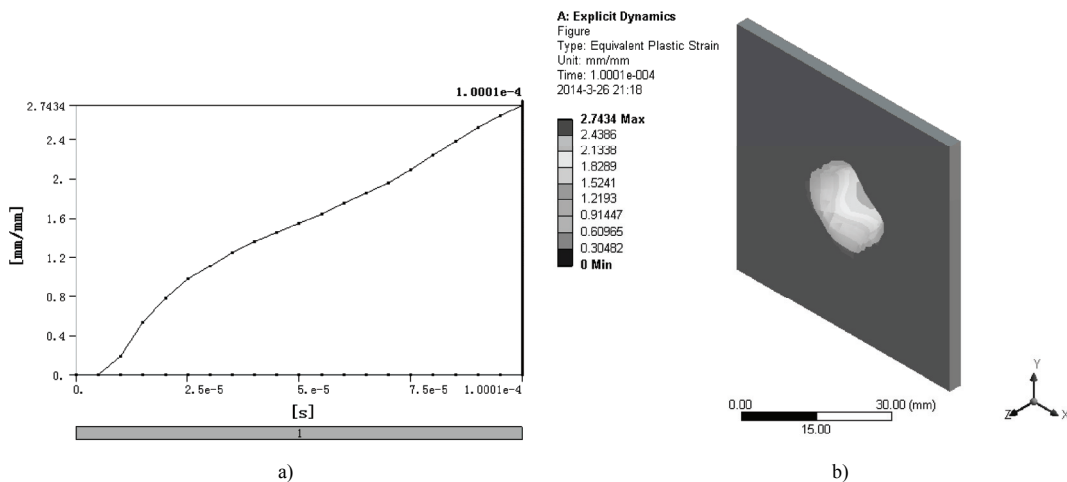

图 15-22 等效塑性应变结果
10) 在 Outline 树结构图中的 Equivalent Plastic Strain 上单击右键, 在弹出的快捷菜单中选择 Evaluate All Results, 此时进行求解, 求解后得到的图形如图 15-22 所示。